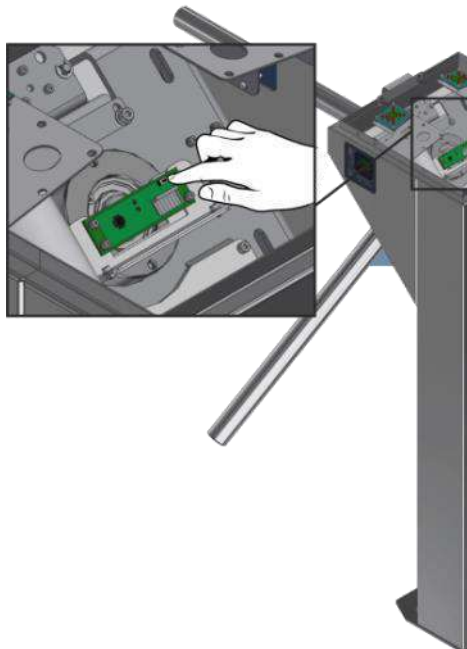

Рис. 18 – Установка нулевого положения поводка
б) Подключить к клеммам кабель связи с пультом управления (Рис. 18):
1. На плате магнитного датчика (Рис.19) нажать и удерживать кнопку (Рис.18) установки нулевого положения (необходимо следить, чтобы усилие нажатия на кнопку не прогибало плату);